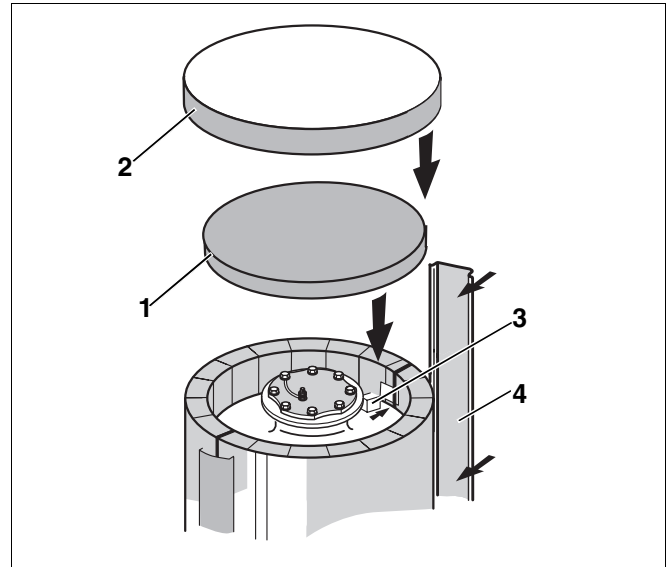

Abb. 8 Wärmeschutz – oberer Handlochdeckel
- Abdeckleiste (Abb. 8, **Pos. 4**) auf die Verschlussleiste der Wärmeschutzmatte aufstecken.
- Rechteckigen Wärmeschutzstopfen (Abb. 8, **Pos. 3**) von innen in Ausbruch einlegen.
- Wärmeschutzscheibe (Abb. 8, **Pos. 1**) so auf den oberen Handlochdeckel auflegen, dass sie mit der Kante der Wärmeschutzmatte abschließt.
- Speicherhaube (Kunststoffhaube, Abb. 8, **Pos. 2**) über die Wärmeschutzscheibe und den Rand der Wärmeschutzmatte aufsetzen.